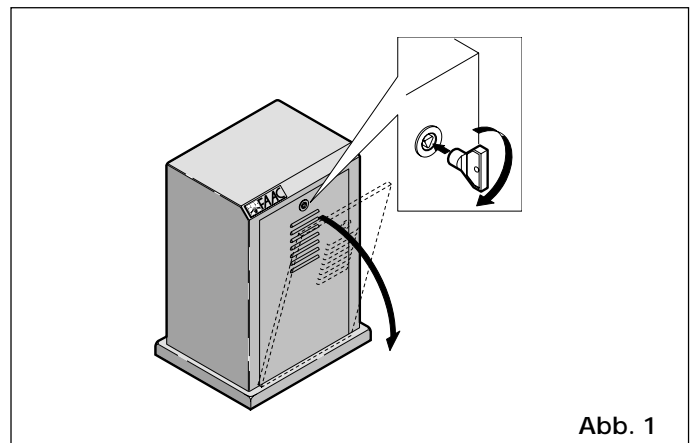

Abb. 1
- Beim Öffnen der Klappe unterbricht der Sicherheitssensor (Abb. 1 Pos. 5) den Betrieb des elektronischen Steuergeräts.
- Durch den Sicherheits-Mikroschalter im Entriegelungssystem werden unbeabsichtigte Steuerimpulse an den Antrieb unterbunden (Abb. 1 Pos. 8).
- Die Klappe am Schutzgehäuse mit dem mitgelieferten Dreieckschlüssel öffnen (s. Abb. 1).